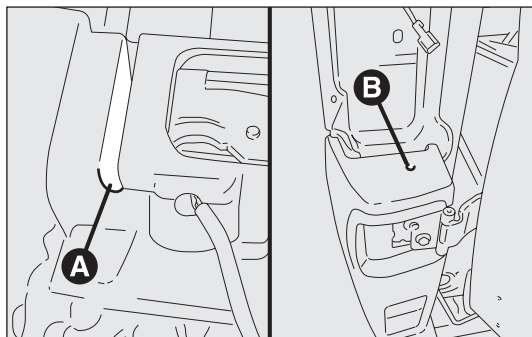

fig. 198
- draai de onderste bevestiging A tussen het middelste bumperdeel en het bumperhoekstuk los fig. 198;